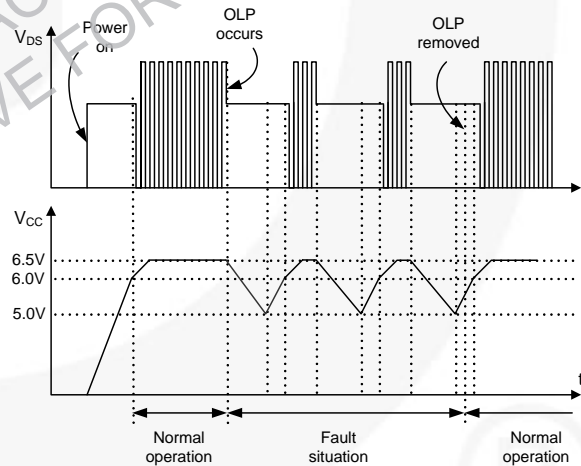

图 17. 自重启保护波形
3. 保护电路: FSQ500L 具有两项自我保护功能: 过载保护 (OLP) 和热关断 (TSD)。虽然在自重启模式下可实现过载保护 (OLP), 触发热关断 (TSD) 时却不会出现开关过程。一旦检测到过载状况, 则会终止开关过程, senseFET 保持关断, 并且 HV/REG 也将关断。这会导致 V_{CC} 开始下降。当 V_{CC} 跌至欠压锁定 (UVLO) 停止电压 5.0V 以下时, 保护功能被重置, 启动电路为 V_{CC} 电容器充电。当 V_{CC} 达到启动电压 6.0V 时, FSQ500L 恢复正常运行。如果故障状况仍未解除, senseFET 和 HV/REG 保持关断并且 V_{CC} 再次跌至 V_{STOP} 。通过这种方式, 自重启功能可交替使能和禁用功率 SenseFET 的开关, 直到解除故障状况, 如图 17 所示。